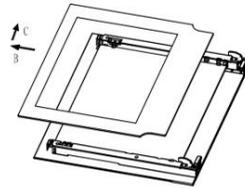

Fig.2
2. Lepaskan kaca bagian dalam secara perlahan (Fig.2)